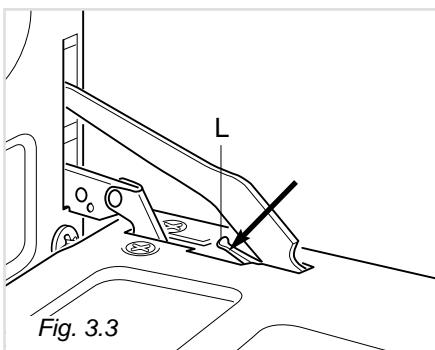

Fig. 3.3
- Empurre para baixo a alavanca de engate "L" (Fig. 3.3) e mantendo-a nesta posição feche suavemente a porta para obter o bloqueio da dobradiça.